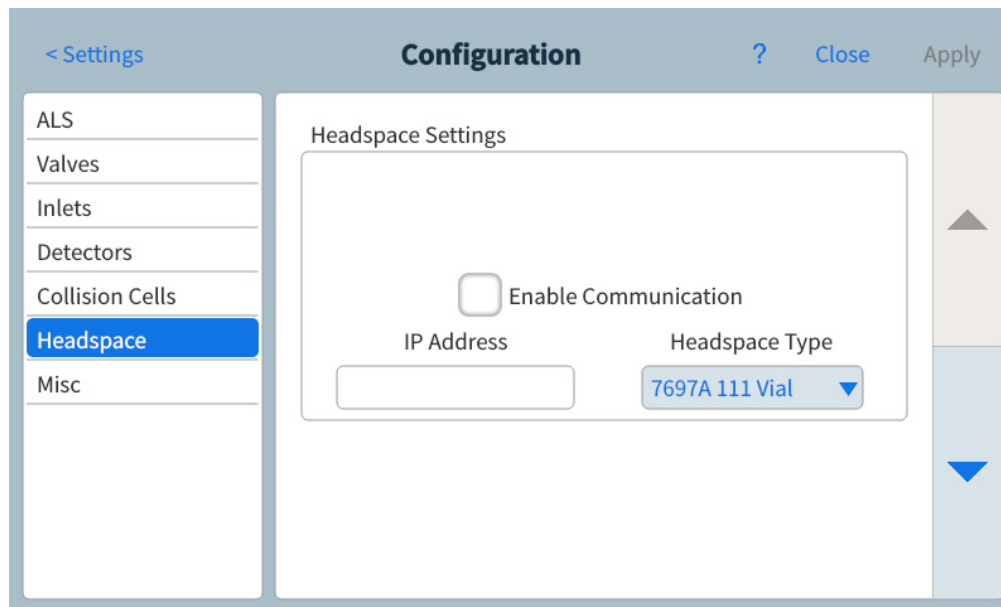

Figure 60. Page des paramètres de l'espace de tête
- 1 Sélectionnez **Paramètres** > **Configuration** > **Espace de tête**. Voir **Figure 60**.